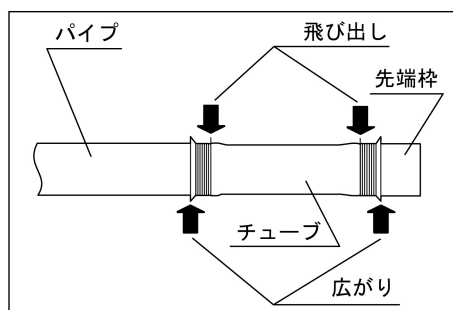
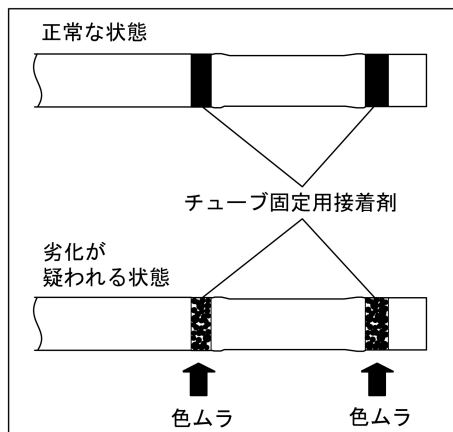

図3
図4
4. レンズ洗浄シースの先端棒、チューブ、パイプの各接続部に図3の矢印部のような広がりや飛び出しがないことを確認する。また、チューブ固定用接着剤に図4のような部分的な著しい色ムラがないことを確認する。広がりや飛び出し、部分的な著しい色ムラがある場合は、使用しないで廃棄すること。[接続部の劣化が疑われ、先端棒、チューブまたはチューブ固定用接着剤が脱落するおそれがある。]